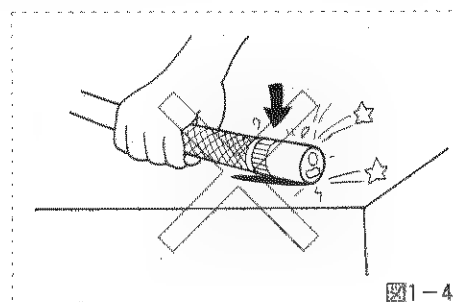

図1-4
⑫ スコープ先端部、特にレンズ面に衝撃を加えないでください。(図1-4)